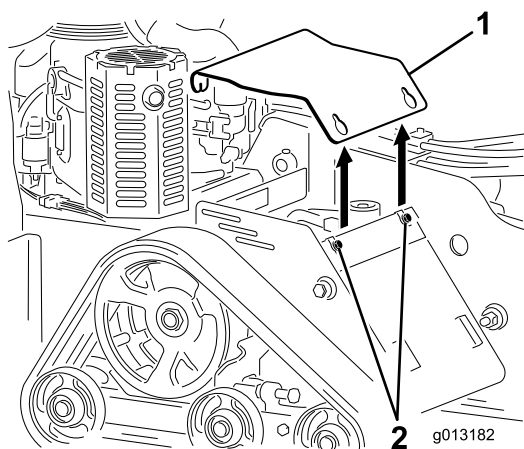

Figura 22
4. Afloje secuencialmente los 3 pernos que sujetan la cubierta al bastidor hasta que la cubierta quede suelta (Figura 22).
6. Para instalar la tapa antes de utilizar la máquina, deslícela en su sitio y sujétela con los 3 pernos que retiró anteriormente (Figura 22).